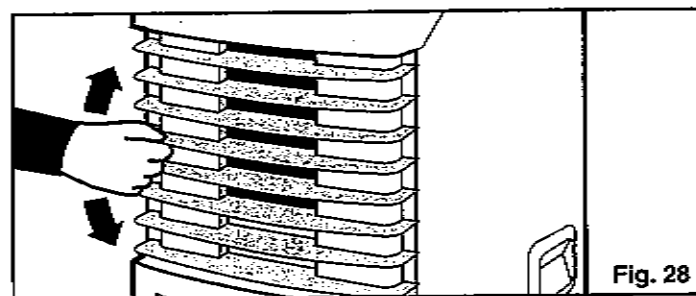

Fig. 28
- 5) Pour ajuster la direction de la "circulation d'air", (vers le haut / bas seulement) réglez un des volets horizontaux (à l'exception du volet du supérieur et inférieur) et tous les autres volets s'ajusteront automatiquement (à l'exception du volet supérieur et inférieur). Fig. 28.